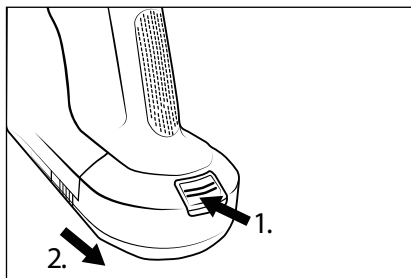

Bild 13
- ♦ För att ta ut batteriet **2** håller du upplåsningsknappen för batteriet **1** intryckt och drar ut batteriet **2** ur dammsugaren (se bild 13).